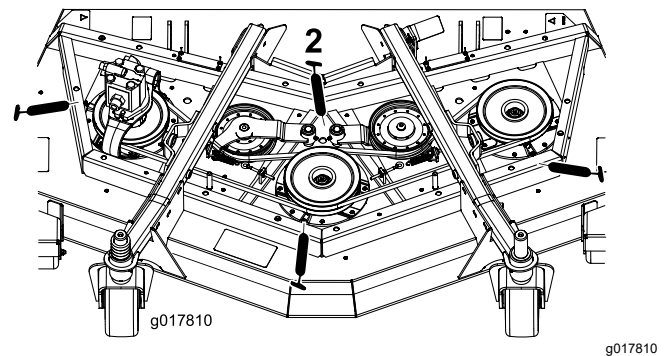

Figure 45
- 3 paliers d'axes de pivot (sous la poulie) (Figure 45)
- 2 bagues de pivot de bras de tension (Figure 45)